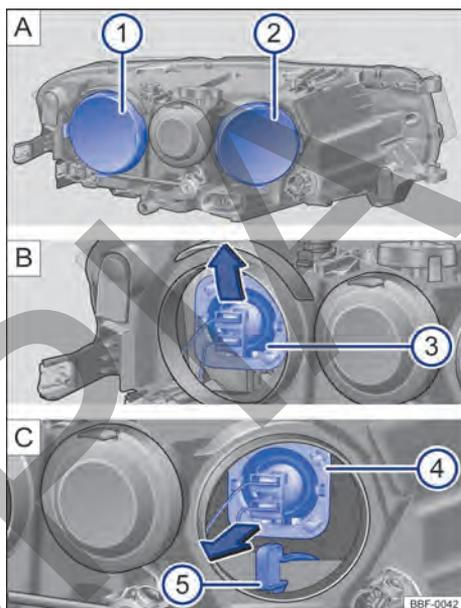

Fig. 185 En el compartimento del motor: ① farol bajo y ② farol alto y luz de posición.
- ① Observar la lista de control y ejecutar las acciones → pág. 248.
- ② Abrir la tapa del compartimento del motor ⚠ → pág. 266. ▶
③ Desmontar la respectiva cubierta de goma → fig. 185 A ① e ② en la parte trasera del faro.
④ **Luz de cruce:** presione la lámpara incandescente por el portalámparas hacia abajo hasta desencajarla → fig. 185 ③. Retirar la bombilla tirándola hacia atrás.
Luz de carretera: presione la lámpara incandescente por el portalámparas hacia arriba hasta desencajarla → fig. 185 ④. Retirar la bombilla tirándola hacia atrás.
Intermitentes: retire el portalámpara con la lámpara incandescente tirando de hacia atrás → fig. 185 ⑤.
⑤ Cambiar la bombilla quemada por una bombilla nueva del mismo modelo.
⑥ **Luz de cruce:** encajar la lámpara con el conector en la apertura del faro y presionarla hacia adentro hasta que se trabo firmemente → fig. 185 ③. La saliente de la bombilla debe estar orientada hacia arriba y se debe montar en el encaje del reflector del faro.
Luz de carretera: encajar la lámpara con el conector en la apertura del faro y presionarla hacia adentro hasta que se trabo firmemente → fig. 185 ④. La saliente de la bombilla debe estar orientada hacia abajo y se debe montar en el encaje del reflector del faro.
Intermitentes: insertar el portalámpara con la lámpara incandescente en el faro hasta el tope → fig. 185 ⑤
⑦ Montar la cubierta de goma correspondiente
⑧ Cerrar la tapa del compartimento del motor → pág. 266.
⑨ Después de montar la lámpara nueva, regular la intensidad del faro.